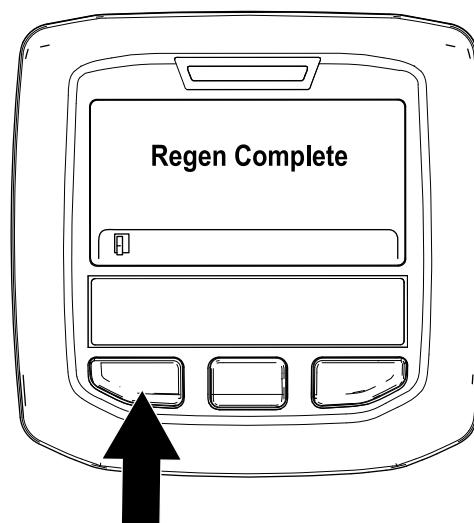

Figura 57
9. A regeneração em estacionamento está concluída quando a mensagem “Regen Complete” (Regen. completa) surge no InfoCenter. Prima o botão esquerdo para sair para o ecrã inicial (Figura 57).